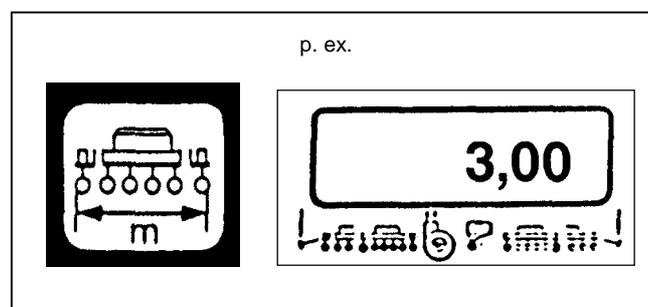

Fig.2
4.2.2 Touche "Largeur de travail" (Fig.2)